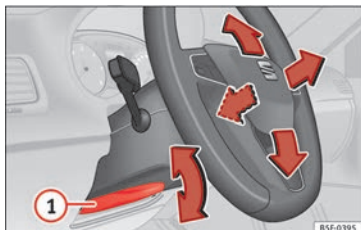

Fig. 15 Palanca en la parte inferior del lateral izquierdo de la columna de dirección.
• Ajustar la posición del volante: tire de la palanca » **fig. 15** ① hacia abajo, mueva el volante hasta la posición deseada y vuelva a subir la palanca hasta el punto de cierre.